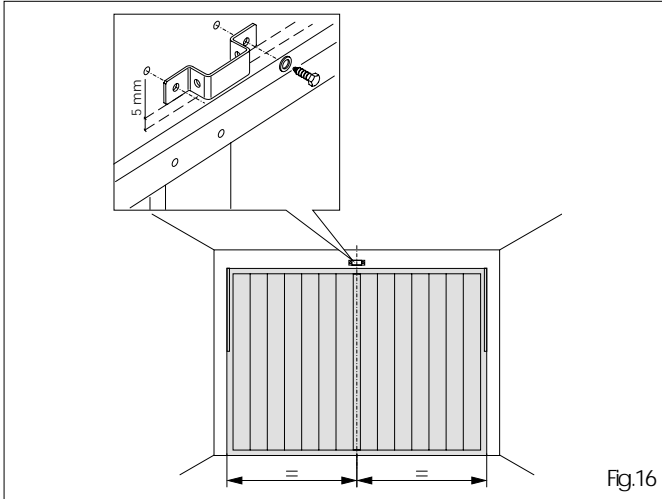

Fig.16
6.3 Positionner la bride de fixation à 5 mm au dessus de la ligne préalablement tracée, centrée par rapport à la porte (fig.16).
6.5 Visser alors la bride avec des vis et des rondelles sur les chevilles appropriées (fig.16).